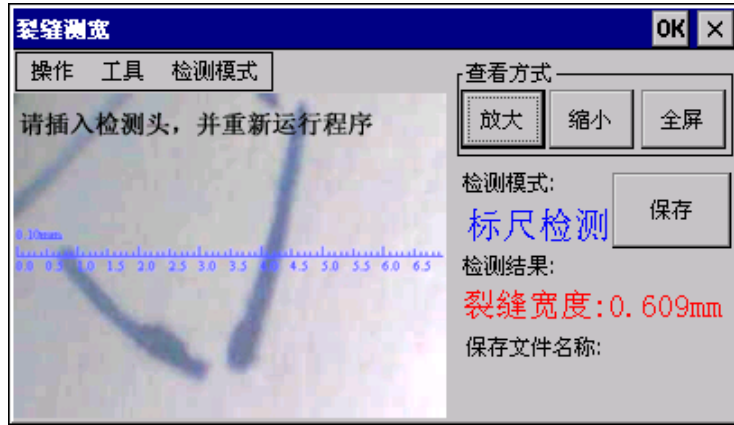

图2-12 错误运行提示
1) 当显微放大探头与主机连接不可靠时，将出现如图 2-12 所示错误运行提示。